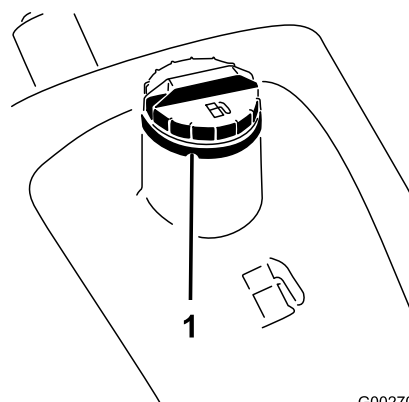

図 14
1. 燃料タンクのキャップ (図 14) の周囲をきれいに拭く。